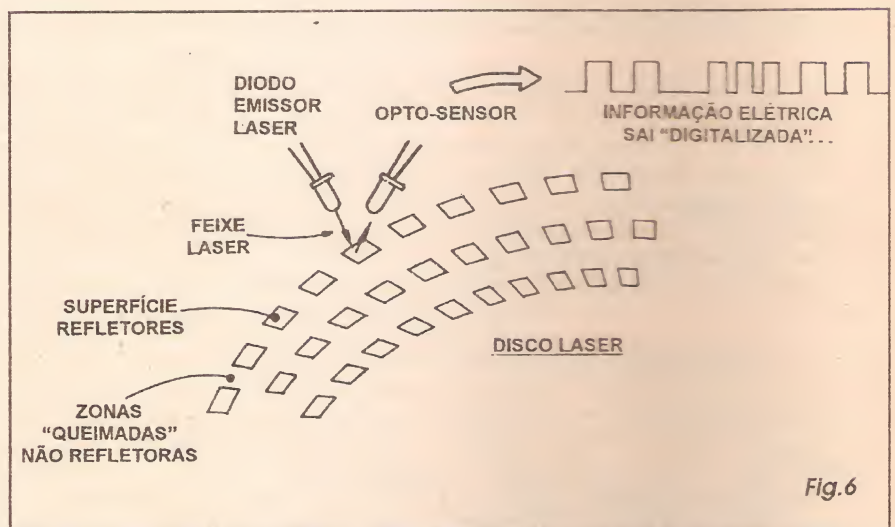

Fig.6
**- FIG. 6 - A GRAVAÇÃO ÓPTICA -** Modernamente, o método de *guardar* o SOM (podendo ser reproduzido a qualquer momento, e quantas vezes se queira...), comercialmente crescente (na prática substituiu já quase que completamente a *velha* gravação fonográfica, em discos de vinil...) é o chamado DISCO LASER, que consubstancia uma forma totalmente óptica de eternizar as manifestações... Antes de comentar tecnicamente os princípios de gravação e reprodução ópticos, por *laser*, é bom deixar claro que em essência, guarda importantes diferenças com relação aos métodos já descritos: a gravação mecânica ou magnética convencionais operam com manifestações *analógicas*, ou seja, com sinais (ainda que traduzidos...) sempre *diretamente proporcionais* em intensidade, à manifestação original... Os modernos métodos ópticos operam *digitalmente*, ou seja: a partir de uma *frequência de amostragem*, os sinais acústicos são transformados em *bits*, ou em informações tipo *sim-não*, *alto-baixo*, "1"- "0", enfim, grande-